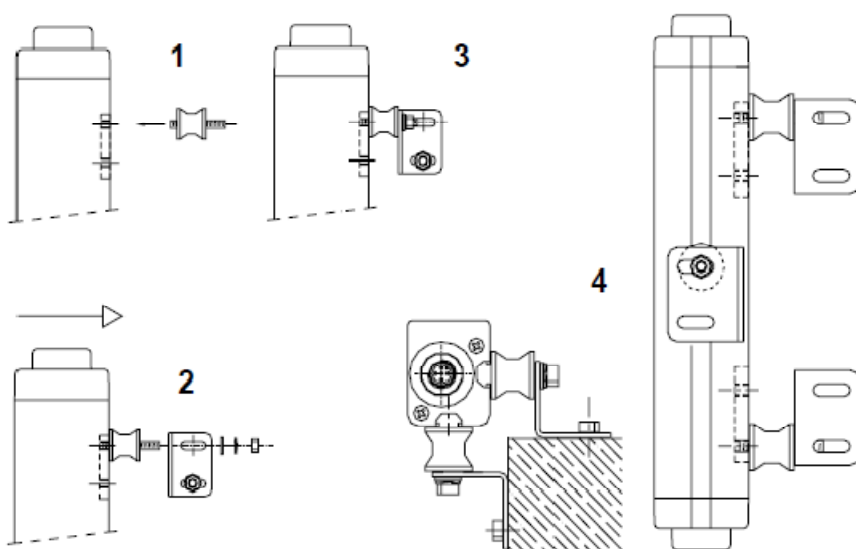

Figure 2
- Dopo aver fissato la staffa alla macchina pericolosa, assicurare il supporto alla barriera (sulla piastrina filettata) (**step 1, fig. 2**).
- Bloccare quindi la barriera sulla staffa con: rondella piana, rondella grower e dado M6 (**step 2, fig. 2**).
- Serrare il dado M6 (**step 3, fig. 2**).
- In caso di installazione di barriere di lunghezza superiore a 1050mm, fissare (se possibile) 2 supporti sul retro e il terzo su di un lato (**step 4, fig. 2**). Esempi di montaggio:
- After having fixed the bracket to the dangerous machine, screw up the antivibration damper to the barrier (on the threaded plate) (**step 1, fig. 2**).
- Fix the barrier on the bracket with: plain washer, grower washer and M6 nut (**step 2, fig. 2**).
- Tighten M6 nut (**step 3, fig. 2**).
- If the model installed exceeds 1050mm height, if possible fix 2 antivibration dampers on the rear side and 1 on one side of the barrier (**step 4, figure 2**).